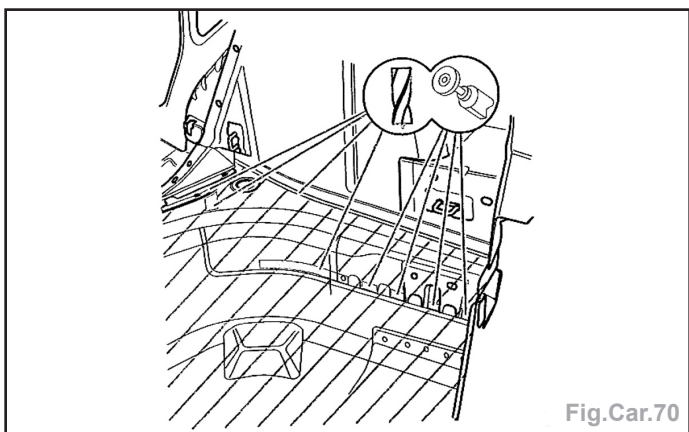

Fig.Car.70
- Fraiser et meuler les points de soudure électriques (Fig.Car.70).